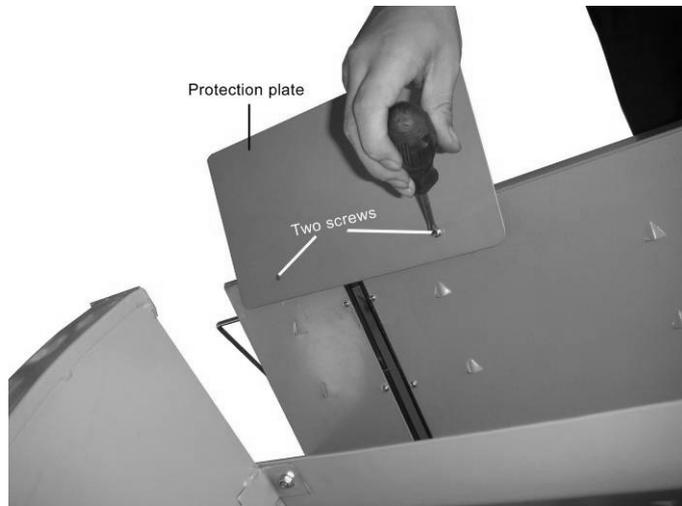

Fig. 5
6) Assembler la plaque protectrice et serrer les deux écrous (voir Fig. 5).